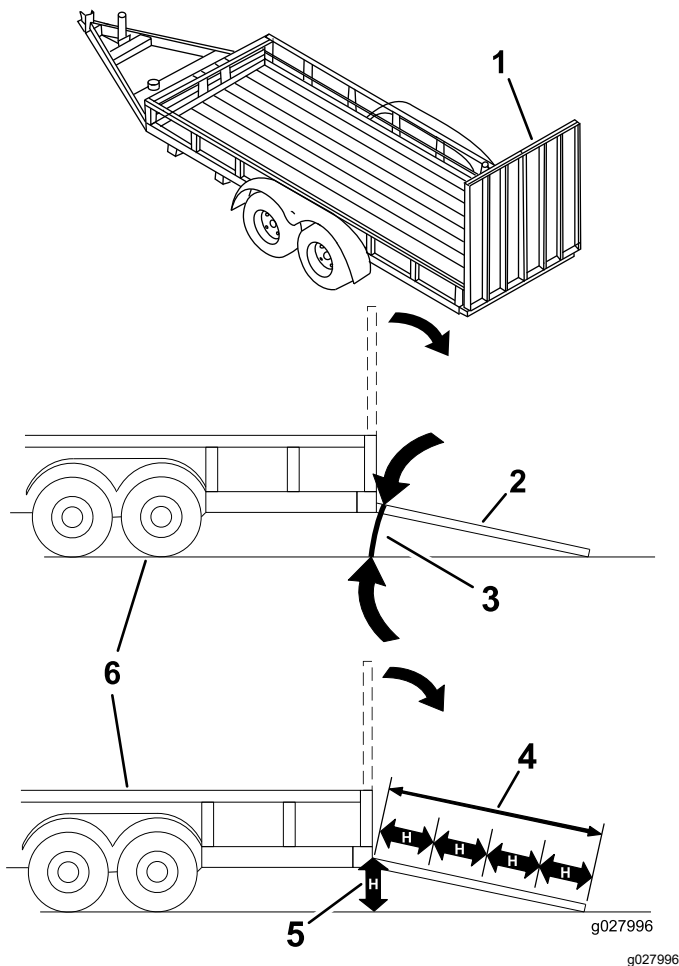

Bild 31
Das Laden einer Maschine auf einen Anhänger oder einen Lastwagen erhöht die Umkipppgefahr und könnte schwere oder tödliche Verletzungen verursachen (Bild 31).
1. Senken Sie die Rampe ab und stellen Sie sicher, dass der Winkel zwischen der Rampe und dem Boden höchstens 15 Grad beträgt (Bild 31).